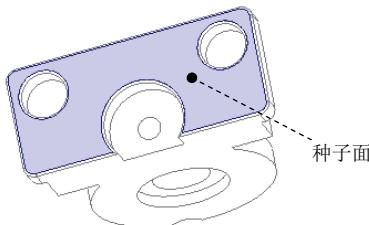
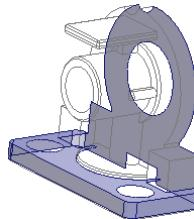

图 14.16 定义种子面
图 14.17 定义边界面
(1) 将参考模型取消遮蔽。
(2) 遮蔽滑块分型曲面。
(3) 采用“种子面与边界面”的方法选取所需要的曲面。用户分别选取种子面和边界面后，系统则会自动选取从种子曲面开始向四周延伸直到边界曲面的所有曲面（其中包括种子曲面，但不包括边界曲面）。在屏幕右下方的“智能选取栏”中选择“几何”选项。
(4) 下面先选取“种子面”(Seed Surface)，操作方法如下。
① 选择 **视图** 功能选项卡 **模型显示** ▾ 区域中的“显示样式”按钮 ，按下 按钮，将模型的显示状态切换到实线线框显示方式。
② 选取图 14.16 所示的模型底面作为种子面。
(5) 然后选取边界面，操作方法如下。
① 按住 Shift 键，选取图 14.17 中的 handle-forkd 的背面和底座的上表面以及底座的所有